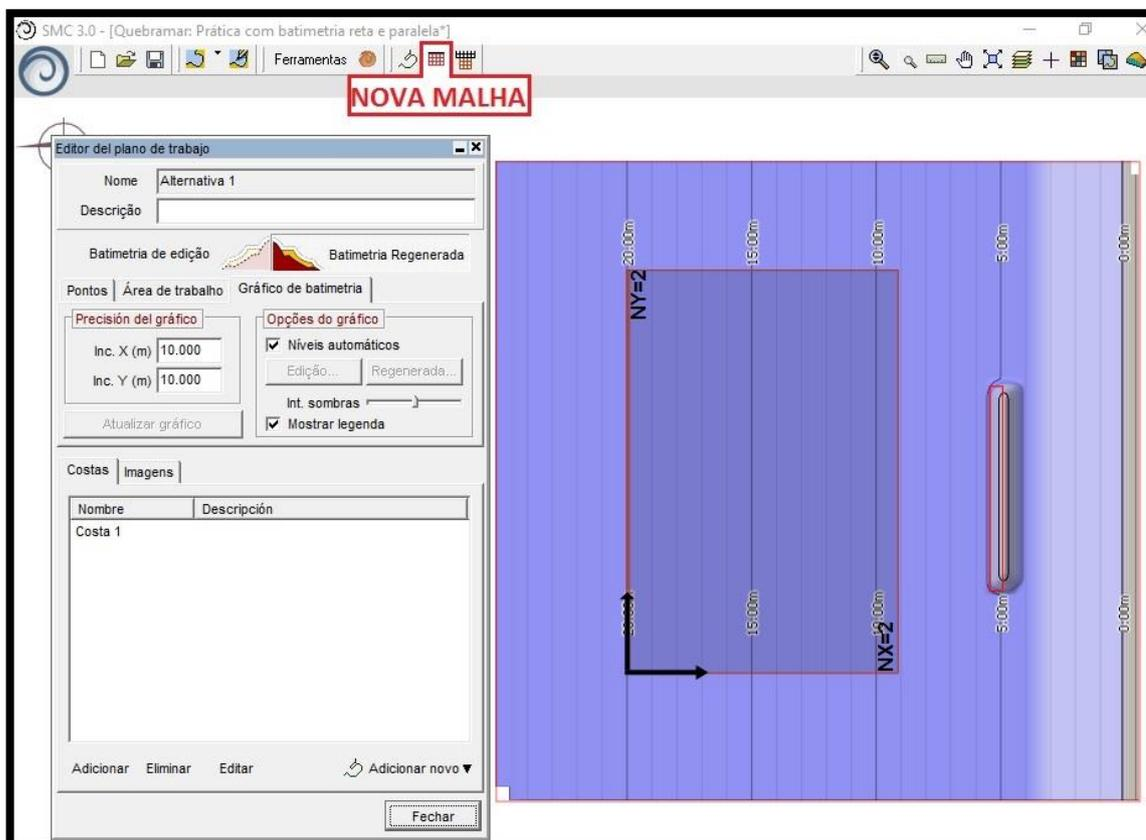

Figura 6 – O primeiro passo para criar uma malha é clicar no ícone “Nova malha”, na barra de ferramentas.
- 6) Primeiramente na barra de ferramentas em cima, clicar no ícone de "Nova malha" (Figura 6);